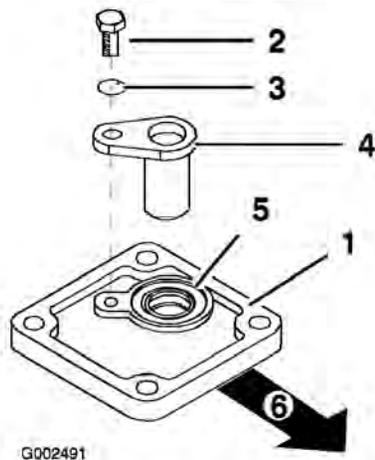

図 6
3. 新しいカバー・アセンブリをトランスアクスルに取り付ける。取り付けには1 (図 6) で取り外した固定ネジ 4 本を使う。シールが上向きで車両の左側にあるのが正しい向きである。
4. ネジ M6 × 1.00 × 12 とスプリング・ワッシャ M6 を使って図 6 のようにギア歯センサーを取り付ける。